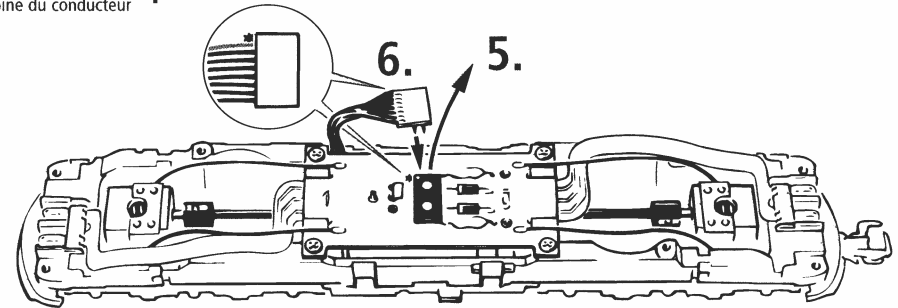

Fig. 5
**3. Lämpchenwechsel:** Bitte nehmen Sie zuerst das Lokgehäuse ab (Fig. 3). Danach können Sie die **Lämpchen** wechseln (Fig. 5).
**3. Remplacement des ampoules:** Veuillez démonter d'abord la caisse de votre locomotive (fig. 3), puis vous pouvez **échanger les ampoules** (voir fig. 5).
**3. Change of lights:** First remove loco body (fig. 3) and then change **lights**. (fig. 5).